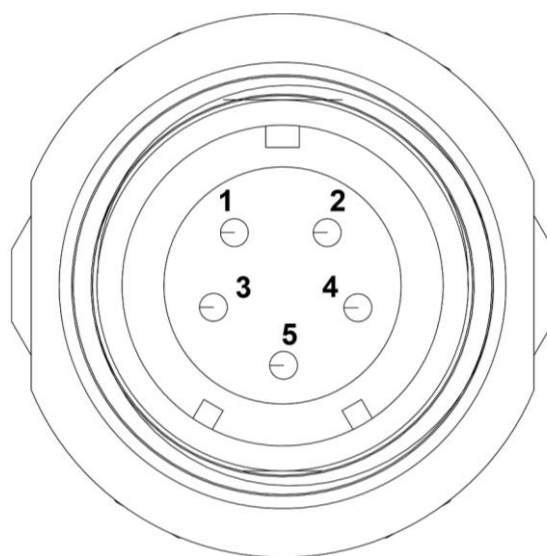

Рисунок 5. Распиновка разъема и цветовая схема для подключения ДУТ
3. Подключить ДУТ в соответствии с распиновкой разъема (рисунок 5) и схемой подключения (рисунок 8), рекомендуемая длина провода – не более 15 м;